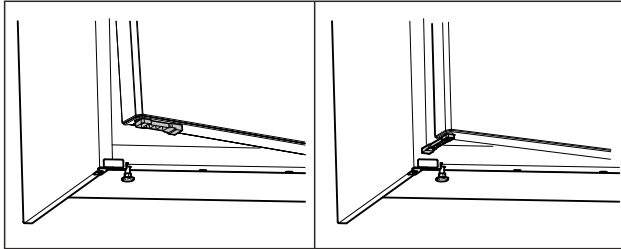

Fig. 59 *
- Draai de deuropeningsbegrenzer met 90°. (zie Fig. 59) *